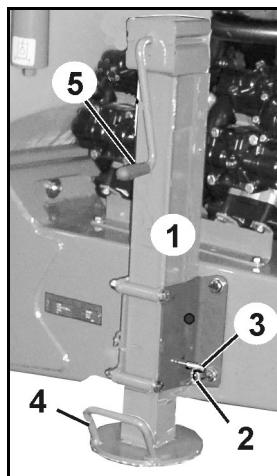

Fig. 49
- Picioarul de sprijin ridicat pe parcursul aplicăției de lucru sau al transportului (Fig. 49).
- Desfaceți șplintul (Fig. 49/2).
- Scoateți bolțul (Fig. 49/3).
- Ridicați / coborâți piciorul de sprijin prin intermediul mânerului. (Fig. 49/4)
- Coborâți/ridicați piciorul de sprijin în continuare cu manivela (Fig. 49/5).